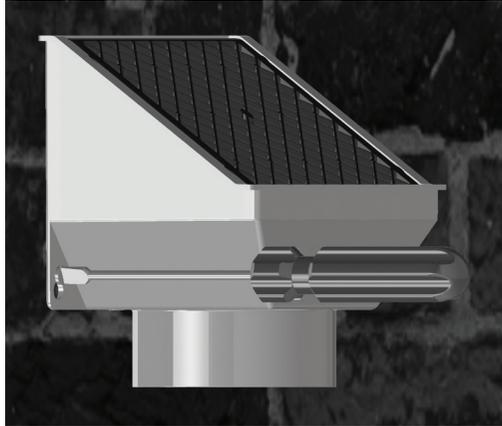

Fig. 07
4. Encaixe o separador de folhas e finalize o aperto do parafuso (Fig. 07).